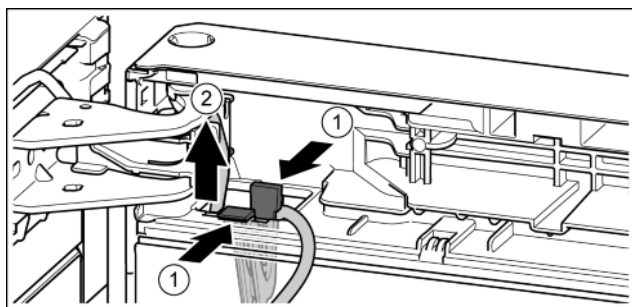

Fig. 19
- ▶ Нажать на соединительную накладку. Fig. 19 (1)
- ▶ Вынуть держатель кабеля с закрепленным на нем кабелем. Fig. 19 (2)